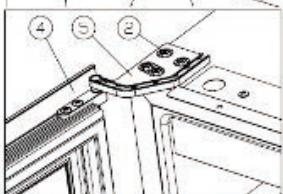

Figura 6
- Vire a porta a ④ 180 graus e introduza a dobradiça inferior direita ⑤, aperte bem os 16 parafusos M5* ②. [Figura 6] A inversão da porta está concluída.